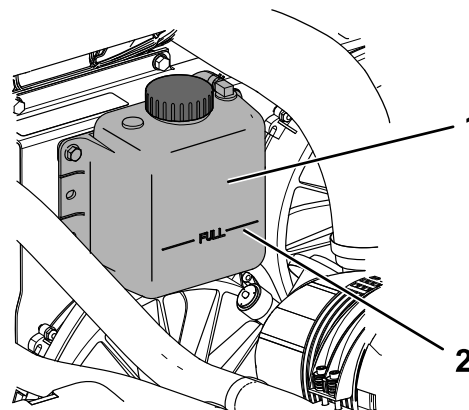

Figure 75
4. Contrôlez le niveau de liquide de refroidissement dans le vase d'expansion (Figure 75).